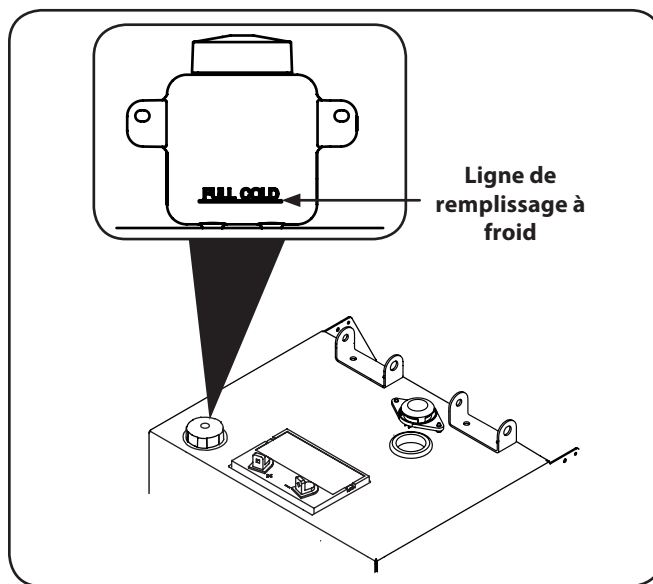

Figure 6-2
1. Faites pivoter le siège de l'opérateur vers l'avant et nettoyez les bouchons du réservoir et leur contour pour éviter de contaminer l'huile à transmission. Voir la Figure 6-2.